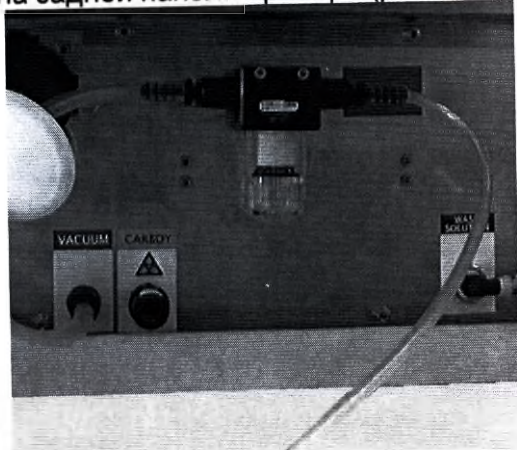

Рис.2-10
4. Подсоедините вакуумную трубку (цветовой код: синий) к разъему с правой стороны фильтра на задней панели прибора (рис. 2-10).